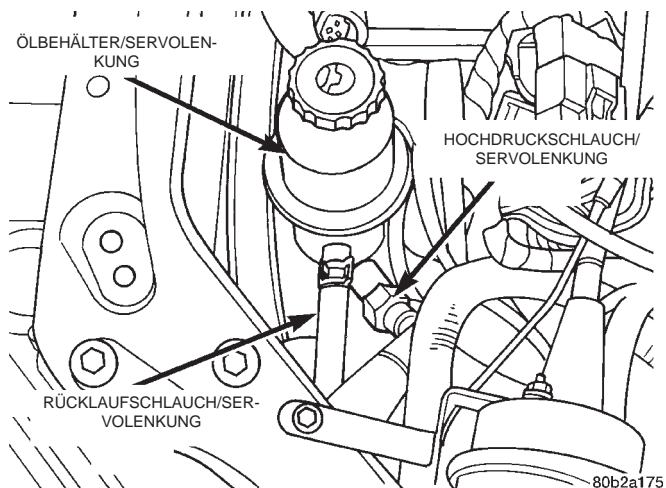

Abb. 4 Rücklaufschlauch am Ölbehälter der Servolenkung
(3) Rücklaufschlauch vom Ölbehälter der Servolenkung abziehen (Abb. 4).